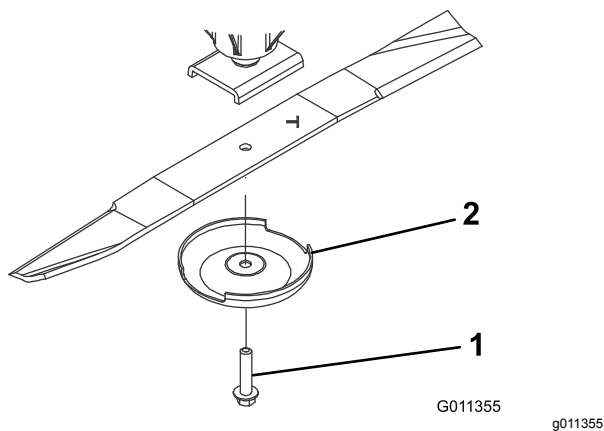

图 72
- 使用抹布或厚垫手套抓住刀片的端部并从锭轴卸下刀片螺栓、防刮罩和刀片图 72。
- 使用防刮罩和刀片螺栓安装刀片刀翼面向剪草刀盘图 72。